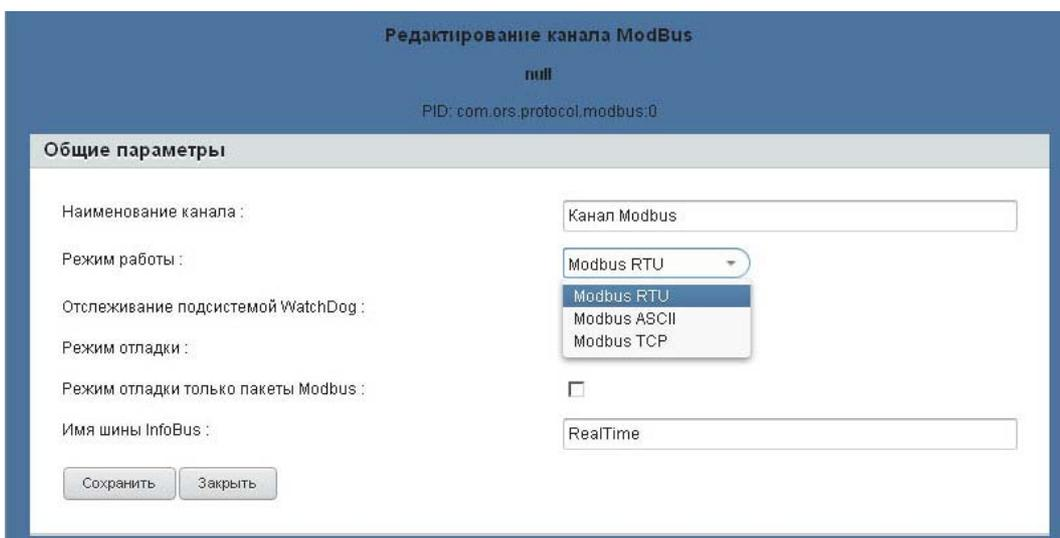

Рисунок 18.
- редактирование общих параметров канала (рисунок 18);
В форме настройки общих параметров (рисунок 18) выбрать из списка режим работы шины MODBUS в зависимости от используемого физического интерфейса. Для интерфейса RS-485 необходимо выбрать Modbus RTU или Modbus ASCII, в случае использования сети Ethernet – Modbus TCP.